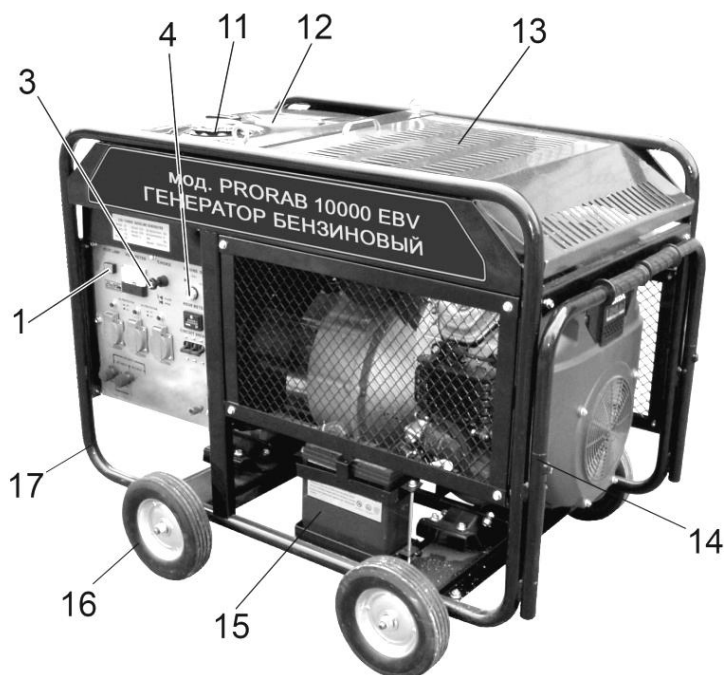

Рис. 1
- Выключатель двигателя (4)(См. Рис.1) управляет системой зажигания.
- Выключатель переменного тока (5)(См. Рис.1) автоматически отключается при превышении нагрузки, на которую рассчитан генератор.
- Окрутите крышку топливного бака (11)(См. Рис.1). Проверьте уровень топлива.
Любой заземлитель должен быть погружен в землю до влажных слоев грунта. На заземлителях должны быть оборудованы зажимы или другие устройства, обеспечивающие надежное контактное соединение провода заземления с заземлителем. Противоположный конец провода соединяется с клеммой заземления генератора (8) (См. Рис.1). Сопротивление контура заземления должно быть не более 4 Ом. В качестве заземлителей запрещено использовать находящиеся в земле металлические трубы системы водоснабжения, канализации или металлические каркасы зданий.